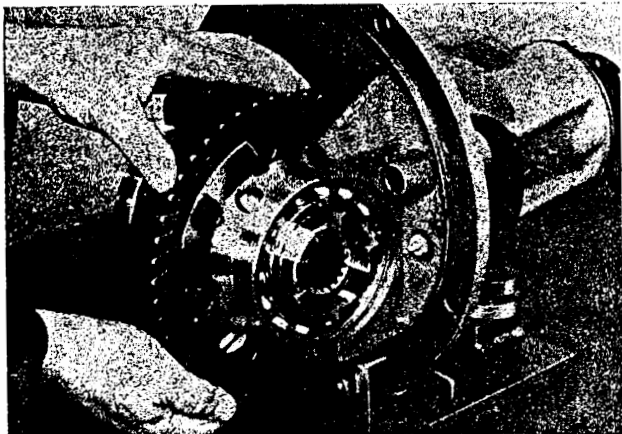
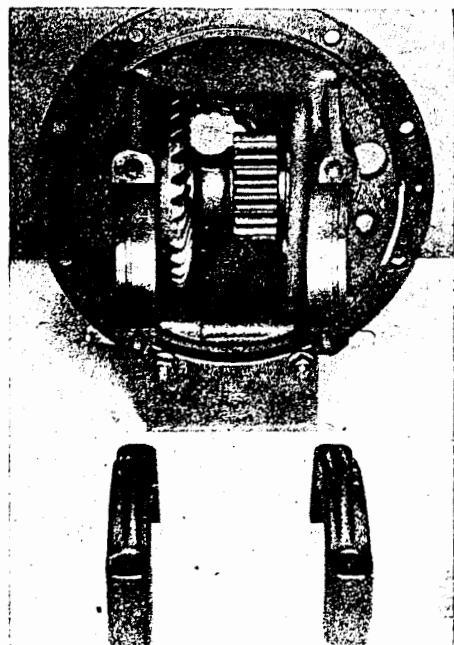

Bild H 18. Einsetzen des Ausgleichgetriebes
Bild H 19. Numerierung der Lagerbügel
5. Die beiden Lagerbügel aufsetzen und die vier Sechskantschrauben in die Gewindelöcher einschrauben (Bild H 18). Beim Aufsetzen der Lagerbügel ist die Numerierung auf dem Gehäuse und den Lagerbügeln zu beachten (Bild H 19). Lagerbügel nicht vertauschen!